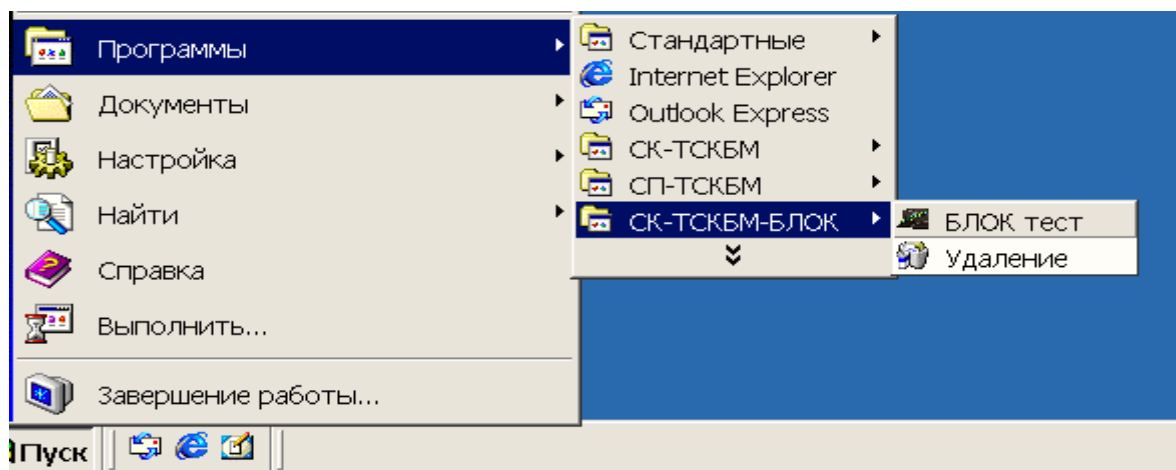

Рисунок 2.88 – Расположение программы БЛОК тест в главном меню Windows
4) Запустите программу БЛОК тест из главного меню Windows см. рисунок 2.88. Должна появиться панель программы по рисунку 2.89, на которой видны Главное меню и заставка программы БЛОК тест. Заставка программы БЛОК тест пропадет через 10 с. На панели программы введите фамилию оператора.